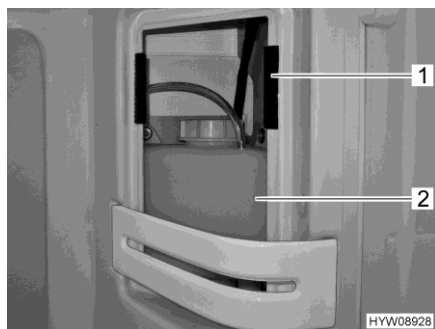

Bild 178 Expansionsbehållare (varmvatten-värmesystem)
- Ta bort skyddet på expansionsbehållaren (Bild 178,2) till höger uppe i duschen. Skyddet är fastsatt med kardborrband (Bild 178,1).